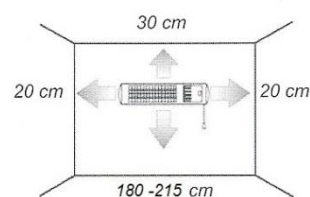

Abb. 2
19. Halten Sie einen angebrachten Abstand zwischen Wänden und Gegenständen ein (Abb. 2 + 3). Das Gerät muss so eingestellt werden, dass die Strahlung nicht gegen Gardinen oder andere flammable Gegenstände gerichtet ist.